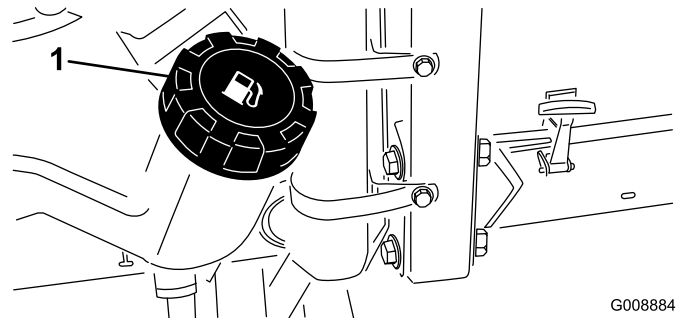

図 22
1. 燃料タンクのキャップ (図 22) の周囲をきれいに拭く。